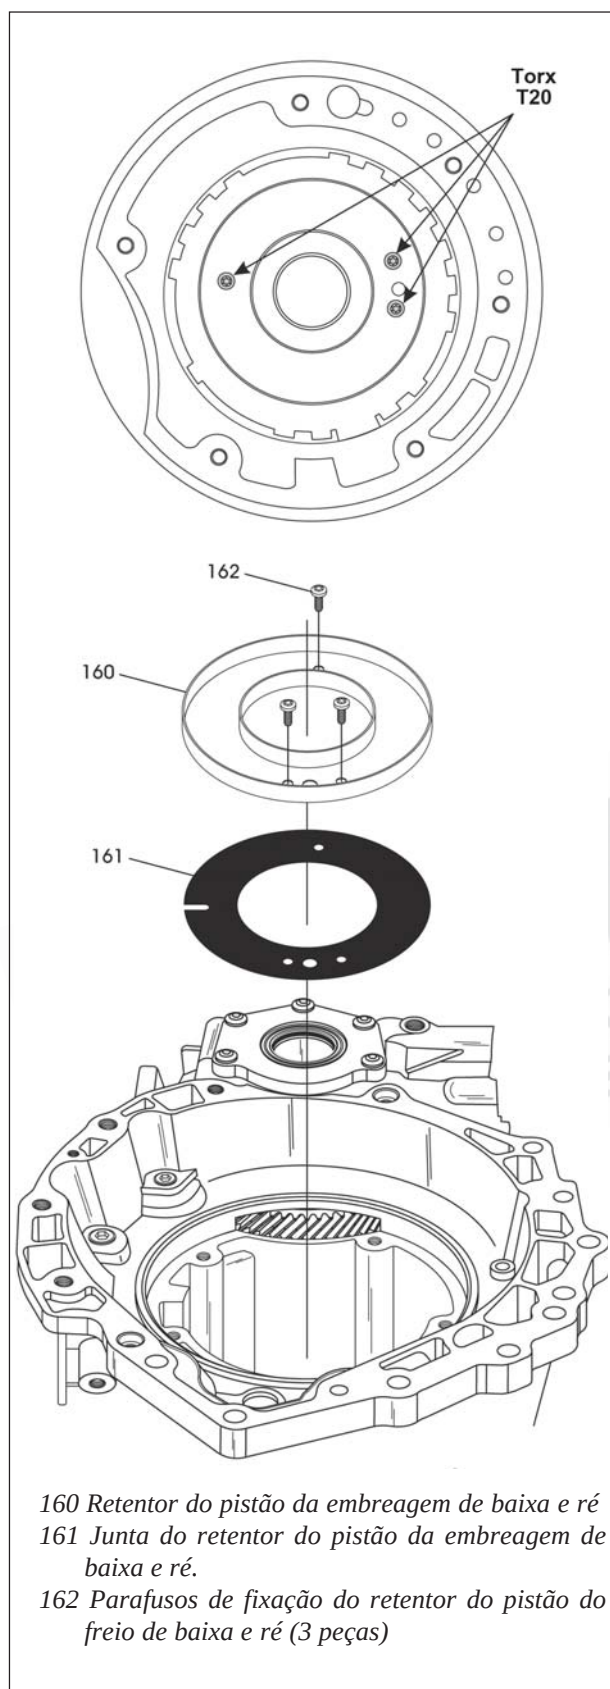

Figura 110
41. Instale a junta do retentor do pistão da embreagem de baixa e ré na carcaça, conforme mostra a figura 110, e alinhe os furos da junta com os furos na carcaça.
42. Instale o novo retentor do pistão da embreagem de baixa e ré, conforme a figura 110, alinhando também seus furos.
43. Instale os três parafusos torx T20 de fixação do retentor conforme mostrado na figura 110, e aperte-os com um torque de 5 Nm.